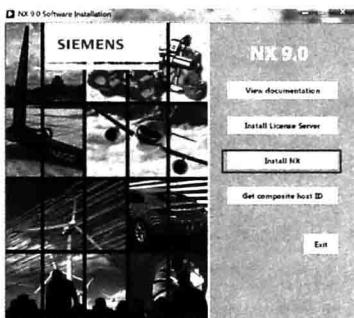
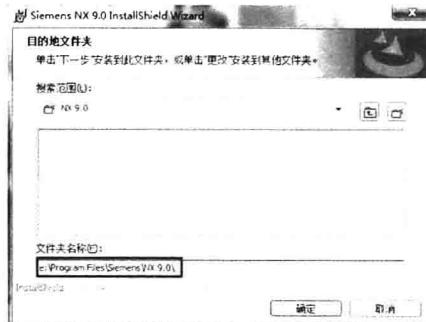

图 1-6 打开 Launch 文件
图 1-7 安装位置设置
Step 08 安装主程序：打开 Launch.exe，如图 1-6 所示，单击 Install NX 按钮开始安装 UG 主程序，进行安装时可以更改安装路径（路径上不得有中文），此处我们按图 1-7 所示的路径进行设置，然后继续下一步，出现安装语言界面的时候选择 Simpl_Chinese（简体中文），接着进入下一步，开始安装，直到完成后退出即可。